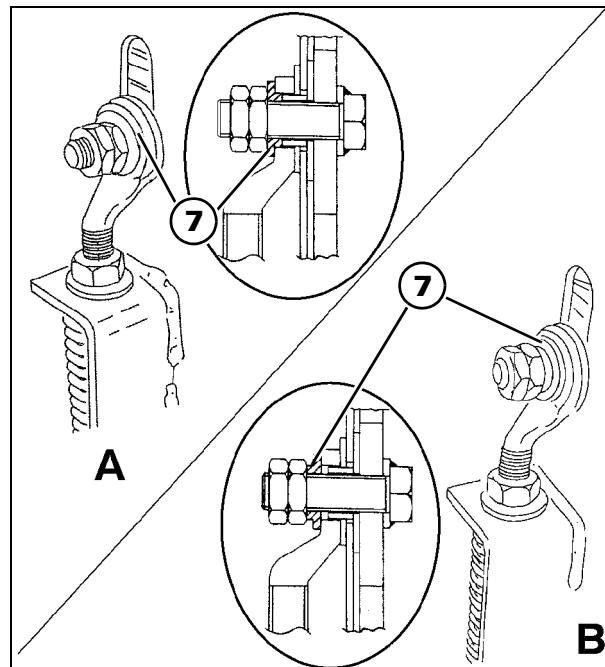

Рис. 21
- С помощью натяжителя (1) отрегулировать передний ролик (6) так, чтобы зазор "A" между планками цепи транспортера и нижней частью транспортера составлял 25–30 мм.
- Натянуть цепь транспортера посредством гаек (4) натяжителя (2), чтобы сжать пружины до длины, соответствующей индикатору (3).
- С помощью натяжителя (1) отрегулировать передний ролик (6) так, чтобы зазор "A" между планками цепи транспортера и нижней частью транспортера составлял 35–40 мм.
- При помощи натяжителя (1) установить передний ролик (6) так, чтобы зазор "A" между планками цепи транспортера и нижней частью транспортера составлял 70 мм.
- Застопорить передний ролик, с обеих сторон вращая в обратном направлении распорное кольцо (7). Рис. 21-А указывает на положение втулки (7) качания ролика. Рис. 21-В указывает на положение втулки (7) блокировки ролика.